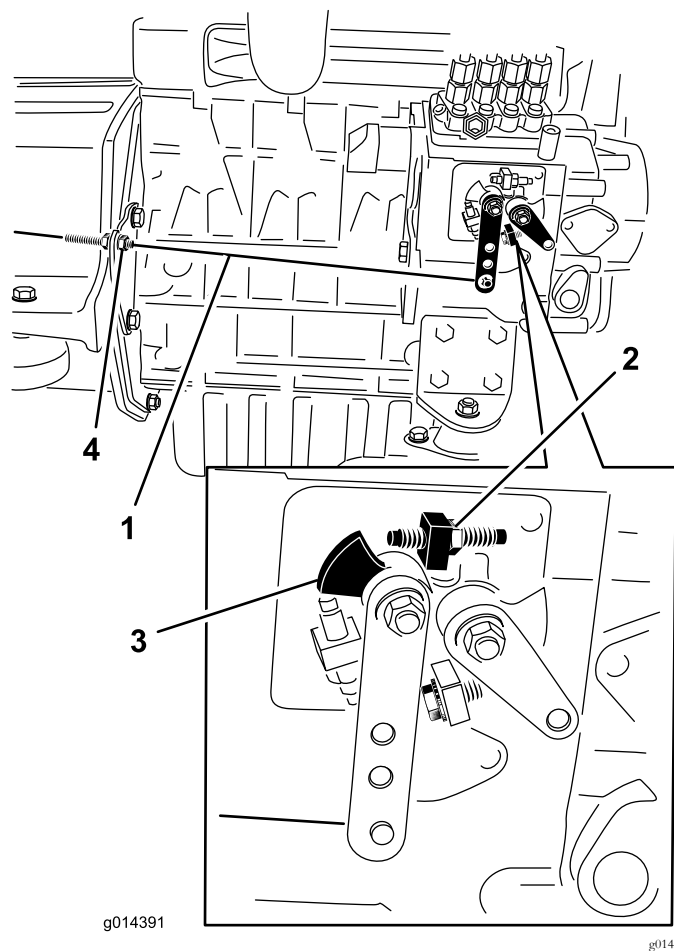

图35
- 检查发动机燃油喷射泵上速度控制杆的位置。当油门控制杆位于“快速”卡槽位置时速度控制杆应与高速螺丝接触图35。
- 如果必要可调节油门控制拉索锁紧螺母的位置直到当油门控制杆位于“快速”卡槽位置时速度控制杆应与高速螺丝接触图35。切勿调节速度控制杆上的高速螺丝。